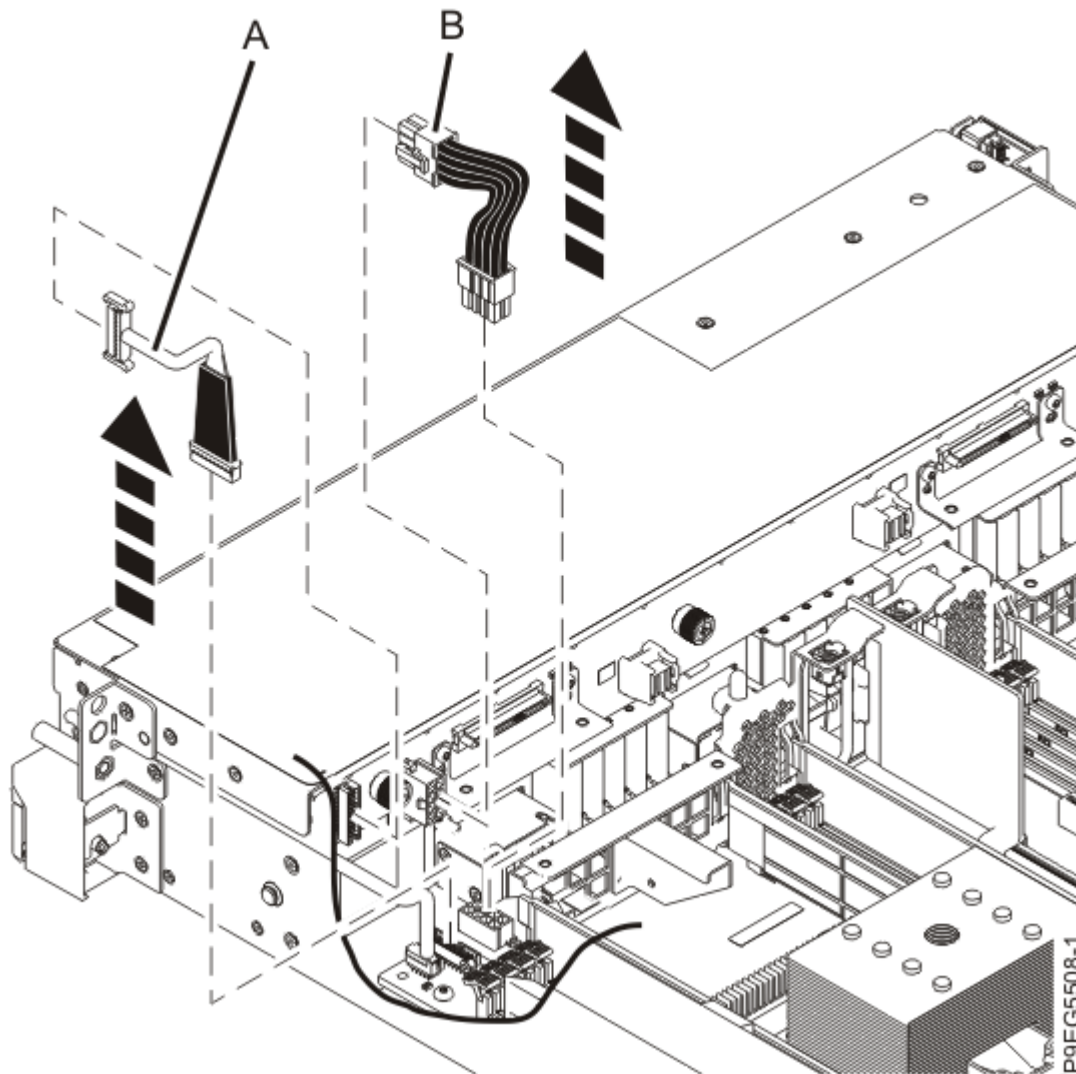

Abbildung 32. Signalkabel und Netzkabel abziehen
3. Beschriften Sie das Netzkabel **(B)** und ziehen Sie es von der Plattenlaufwerksrückwandplatine ab (siehe Abbildung 32 auf Seite 36).